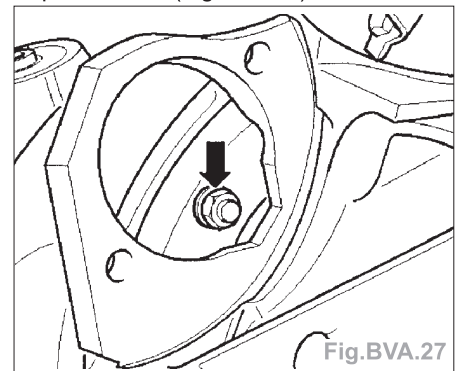

Fig.BVA.27
- Dévisser l'écrou (flèche) du convertisseur de couple (3 pièces) avec l'outil spécial **V175** (Fig.BVA.27).